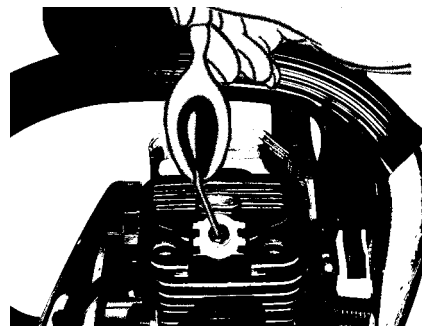

Fig. 40
5. Vacíe 1 cucharadita de aceite limpio de 2 ciclos en la cámara de combustion. Jale el hilo de arranque lentamente varias veces para cubrir los componentes internos. Reemplace la bujía (Fig. 40).